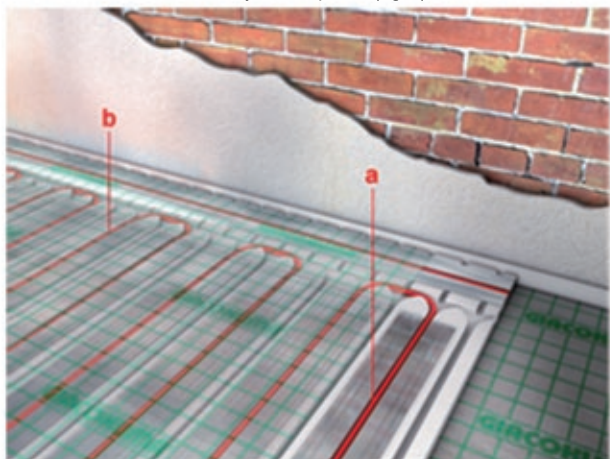

fig.2
- Fase 2: Disponer el tubo por los canales de los difusores. Extender el film antivapor en polietileno R984 con función de protección del aislamiento y del soporte (fig.2)